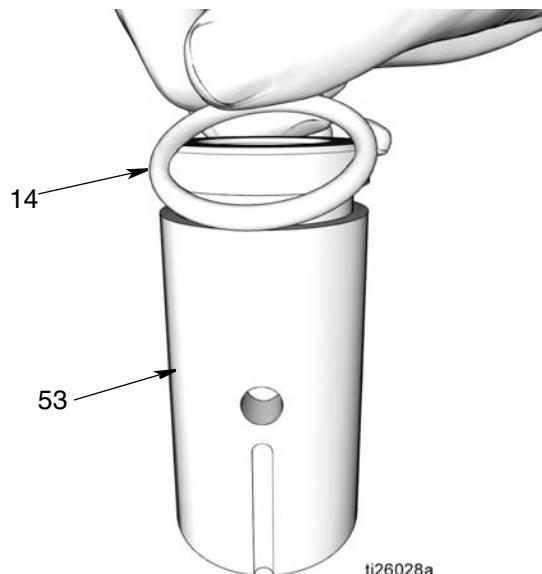

图 40
5. 泵元件衬套 (53)
- 使用干净的布向下擦拭泵元件衬套 (53)，除去任何脏污或污染物。检查表面有无擦伤或损坏。
- 在 O 形圈 (14) 上抹上薄薄一层滑脂。围绕泵元件衬套 (53) 安装 O 形圈 (图 40)。